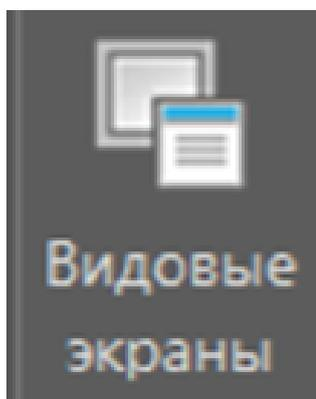
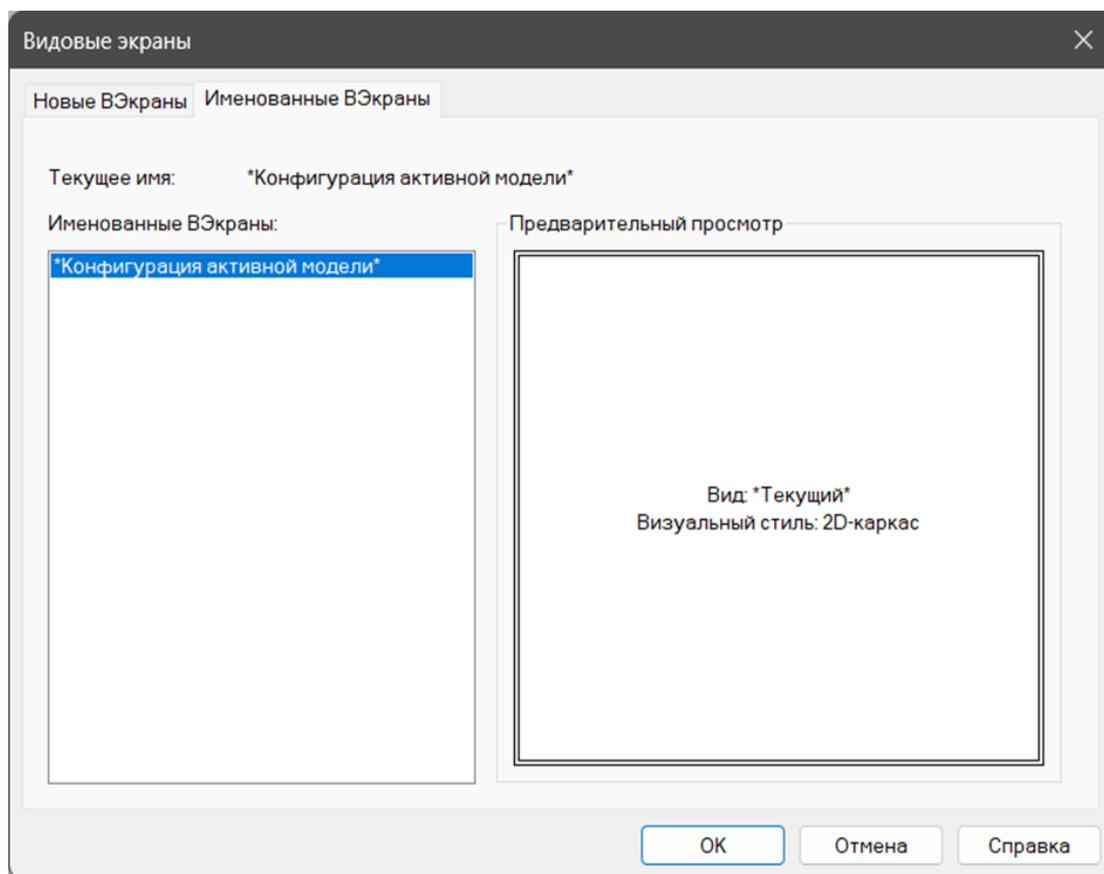

Рис. 5.17
Рис. 5.18
- кнопка “Видовые экраны” - открывает диалоговое окно Видовые экраны (рис. 5.17 и рис. 5.18).